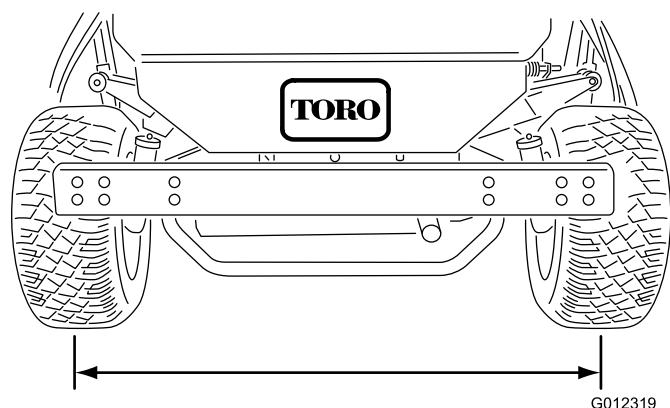

Figura 35
1. Misurate l'interasse (all'altezza dell'assale) sulla parte anteriore e posteriore dei pneumatici sterzanti (Figura 35). La misurazione anteriore deve risultare di 3 mm inferiore a quella posteriore.